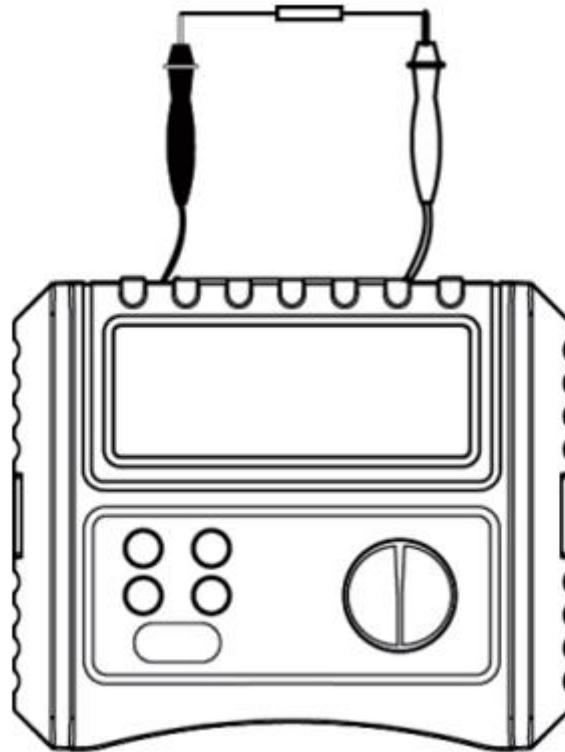

Abbildung 3
## VIII. Durchgangsprüfung (siehe Abbildung 3)
- (1) Entladen Sie die zu prüfenden Stromkreise vollständig und trennen Sie sie vor der Prüfung vollständig von der Stromversorgung.
- (2) Stecken Sie das rote Messkabel oder das speziell mit „TEST“ gekennzeichnete Kabel in die rote Eingangsbuchse und das schwarze Kabel in die schwarze Buchse.
- (3) Verbinden Sie die roten und schwarzen Krokodilklemmen oder Prüfspitzen mit dem zu prüfenden Stromkreis.
- (4) Drehen Sie den Drehschalter in die Position „Ω“ und drücken Sie dann die „TEST“-Taste, um die Prüfung zu starten. Siehe Abbildung 3 für weitere Details.